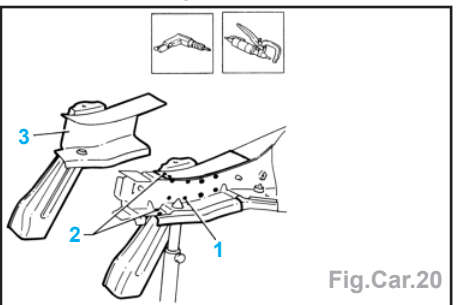

Fig.Car.20
- Déposer la tôle de fermeture (2) du longeron.
- Faire sauter les points de soudure (1) à la perceuse (Fig.Car.20).